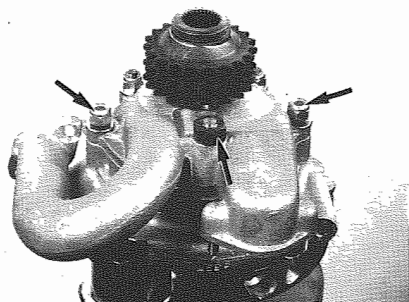

Fig. 97 - Dadi di fissaggio - Nuts
- Allentare i dadi di **Fig. 97**; estrarre la pompa olio ed il supporto 1.
- Loosen nuts of **Fig. 97**; remove oil pump and journal 1.